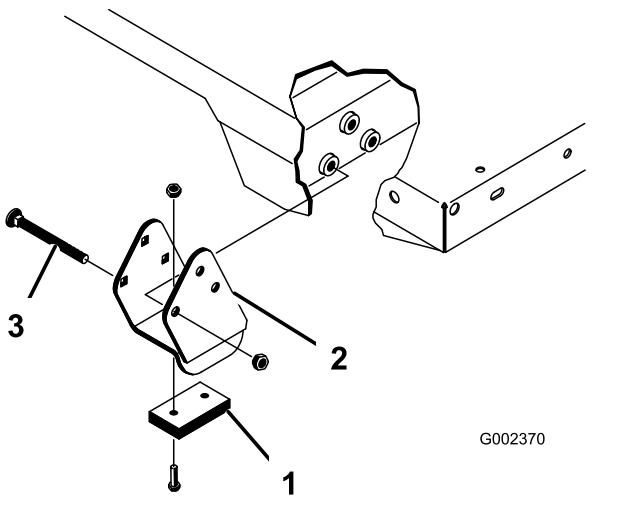

Figura 36
Nota: Certifique-se de que os suportes dos espaçadores e os bloqueios contra desgaste (Figura 36) foram instalados na cabeça das porcas no interior da máquina.
2. Coloque a plataforma com cuidado no chassis, alinhando os orifícios posteriores da placa articulada da plataforma com os orifícios do canal traseiro e coloque dois passadores de forquilha e pinos de sujeição (Figura 36).
4. Introduza o passador de forquilha na parte exterior da plataforma com o pino de sujeição virado para fora (Figura 36).